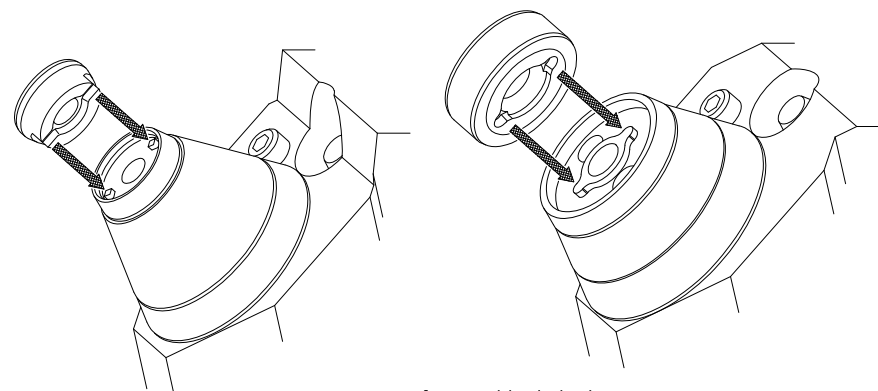

図1. チップ取り付け方向
- (1) チップのキー溝に、チップ着座面に設けてあるキーを合わせて取り付けして下さい。(図1参照)